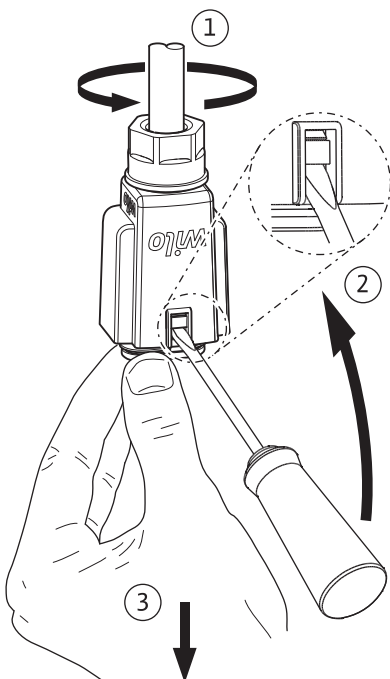

Fig. 6: Demontáž konektora Wilo-Connector
- Snímate Wilo-Connector z čerpadla a pomocou vhodného skrutkovača ho demontujte (Fig. 6).